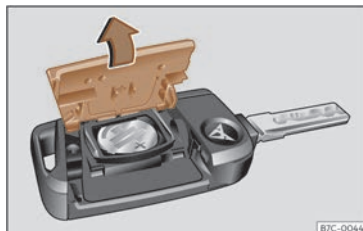

Fig. 44 Chave do vehículo: apertura da tapa do compartimento para a pila.
- Retire a tapa na parte traseira da chave do vehículo na dirección da frecha >>> fig. 44, >>> ①.